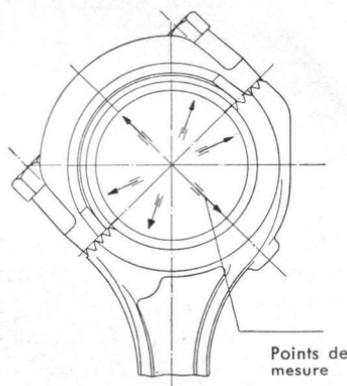

Fig. 2 Bielle avec coussinet
3. Contrôle de l'usure: Le contrôle du coussinet de tête de bielle se fait, comme indiqué sur Fig.2, sur trois points.
Le contrôle des paliers principaux se fait également en état monté, comme Fig. 2.